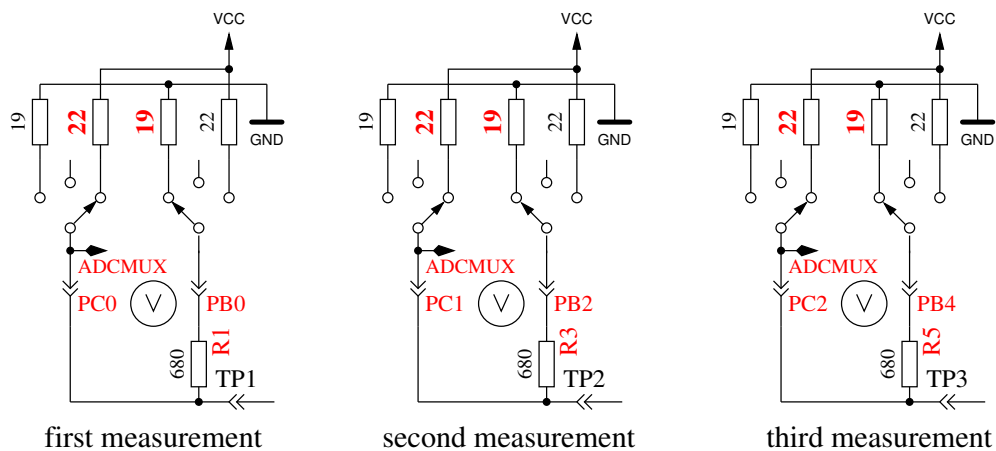

Abbildung 5.56: Messung des Innenwiderstandes des auf VCC geschalteten Port-C-Ausgängen.
9. **Messung des Innenwiderstandes von auf VCC geschalteten Port-Ausgängen.** Der benötigte Strom wird von auf GND geschalteten 680Ω-Widerständen geliefert. Es ist die gleiche Messung wie die in Test 8 zur anderen Seite, wie in Abbildung 5.56 gezeigt wird. Der Innenwiderstand wird wie folgt berechnet: Um den Strom zu berechnen: $(5001 - (\text{Ergebnis von Test 8}) - (\text{Ergebnis von Test 9})) / 680$. Die Widerstandswerte ergeben sich, wenn die gemessene Spannung durch diesen Strom dividiert wird. Das Ergebnis für diesen Test wird dann in Zeile 1 mit dem Text „RI_Hi=“ in Ω angezeigt, der Innenwiderstand zur GND-Seite wird in Zeile 2 mit dem Text „RI_Lo=“ angezeigt. Diese Werte werden ab Software-Version 1.06k bei jeder Messung neu bestimmt und hier nur dargestellt.